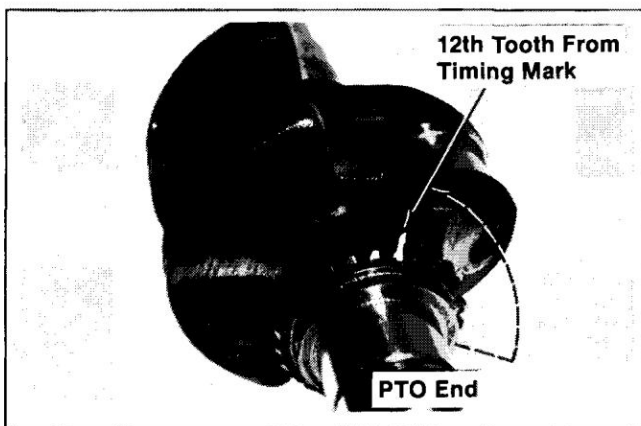

Figure 12-25. Marquage des dents sur le pignon de vilebrequin.
Vilebrequin – Localisez le repère de calage principal sur le vilebrequin. Tout en regardant l'extrémité de la prise de force du vilebrequin, commencez par la dent située directement sous le repère de calage et comptez douze (12) dents dans le sens inverse des aiguilles d'une montre . Marquez la douzième dent. Reportez-vous à la Figure 12-25.